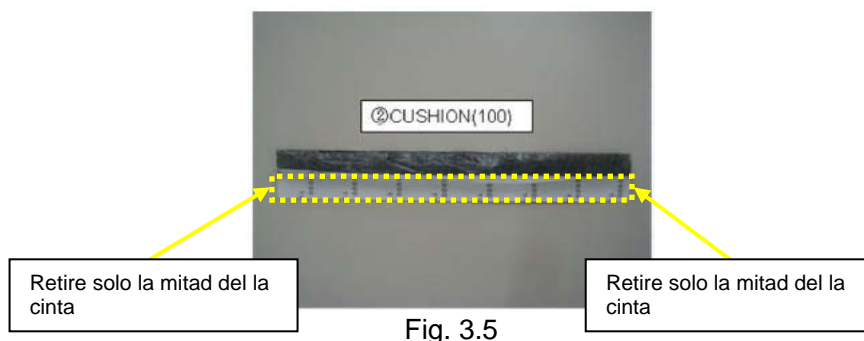

Fig. 3.5
2.1 Tome el cushion 100 y quite la cubierta del adhesivo, ver imagen (Fig. 3.5)